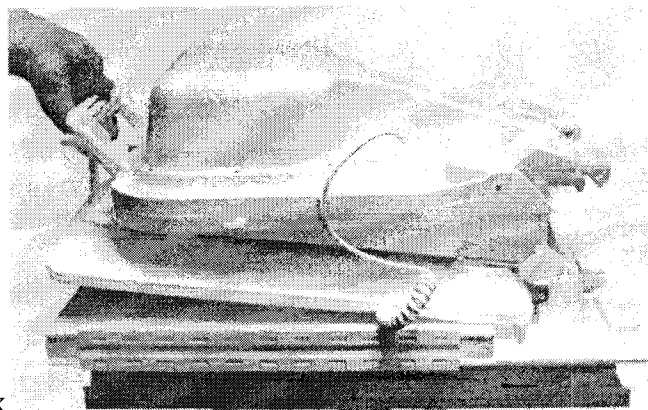

рис.3
6. Теперь другой рукой поднять спинку за среднюю ручку (рис.3) и откидывать назад до тех пор, пока она не войдет в упоры.